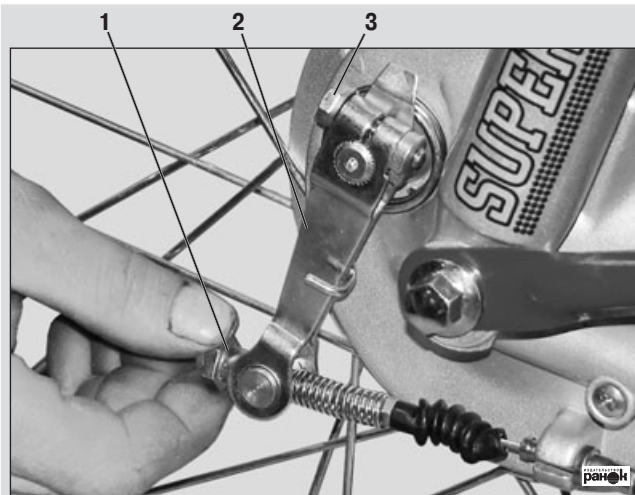

Рис. 32. Регулировка переднего тормоза: 1 — регулировочная гайка; 2 — тормозной рычаг; 3 — гайка тормозного рычага переднего колеса
- отрегулировать свободный ход рычага переднего тормоза (для уменьшения свободного хода нужно вращать регулировочную гайку 1 (рис. 32) по часовой стрелке, а для увеличения свободного хода – против часовой стрелки);